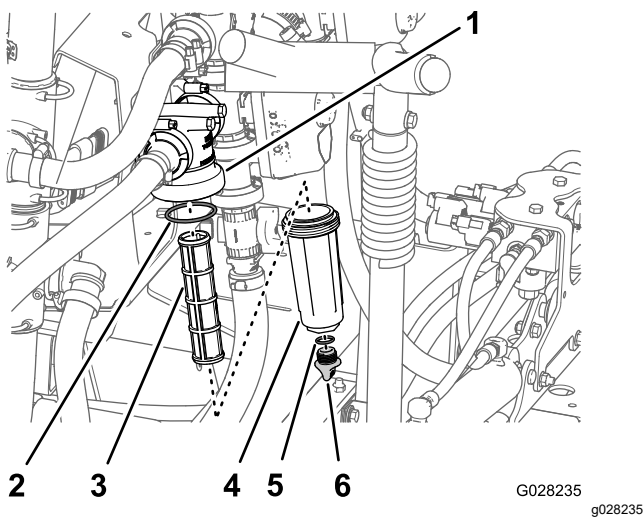

図 53
2. 圧力フィルタの下に受け容器をおく 図 53。
3. 圧力フィルタのボウルについているドレンキャップを左に回して外す 図 53。
4. ボウルを左に回してフィルタヘッドを外す 図 53。
5. 圧力フィルタエレメントを外す 図 53。
7. ドレンプラグのガスケットボウルの内側とボウルのガスケットフィルタヘッドの内側に傷や破損がないか点検する 図 53。
8. 圧力フィルタエレメントをフィルタヘッドに取り付ける 図 53。
9. フィルタヘッドにボウルを取り付けて手締めする 図 53。
10. ボウルの底部のフィッティングにドレンキャップを取り付けてキャップを手締めする 図 53。